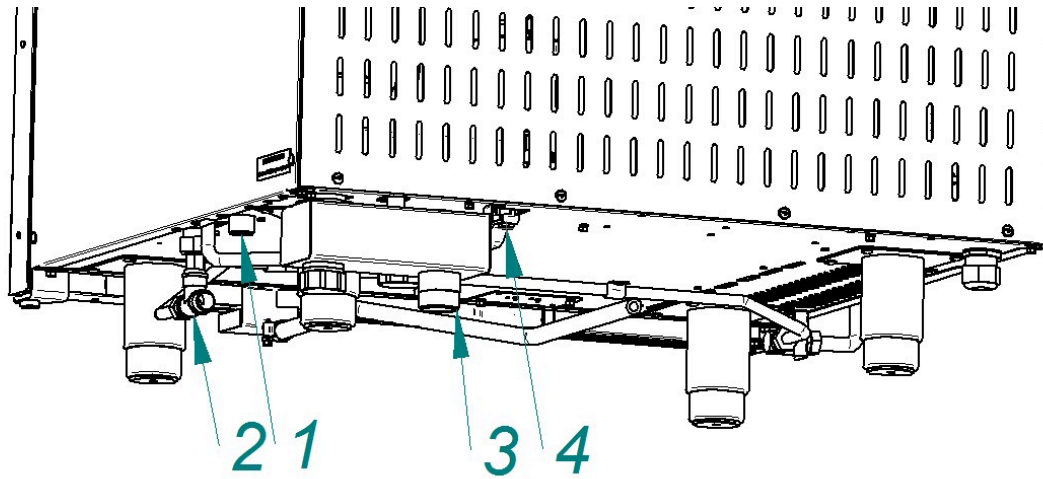
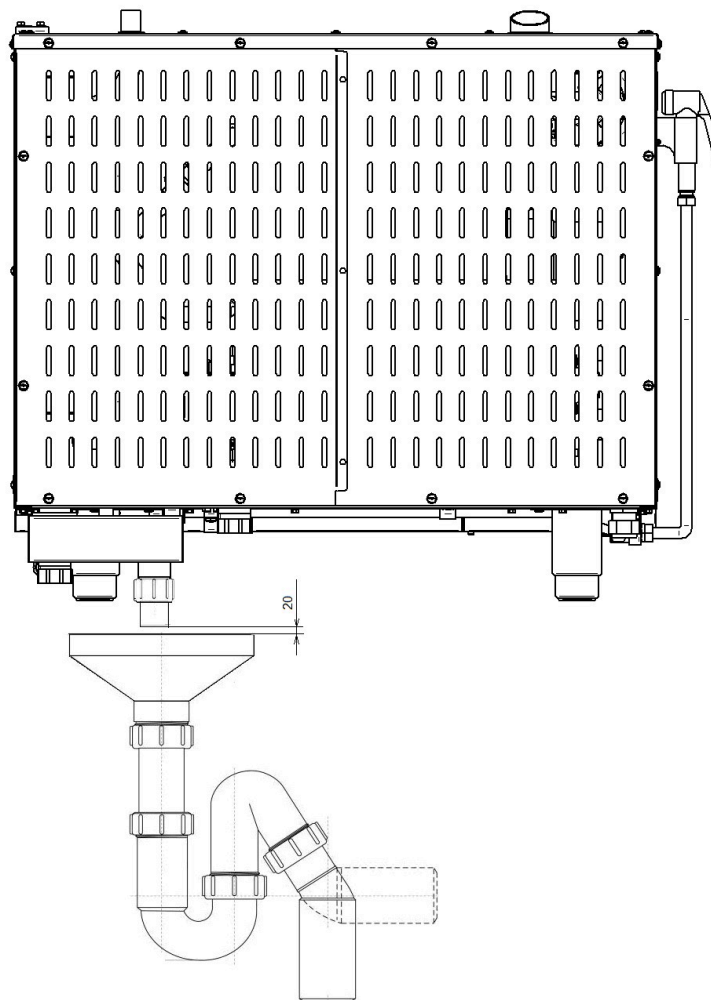

Рис.4 Подключение к системе водоснабжения
Рис. 5. Подключение к системе канализации
• G3/4 (см. рис.4 поз.1 (наружная резьба)) – парогенератор. Подключать через водоумягчительную установку (водородно-ионного обмена). Рекомендуется использовать фильтр BRITA PURITY C300 Quell ST.
• G1/2" (см. рис.4 поз.2 (наружная резьба)) – душевое устройство и охлаждение коллектора. Допускается подключать к неподготовленной воде.
- установить кран слива с парогенератора (см. рис.4 поз.4) в положение «Закрыто»;
- используя шланг из комплекта поставки, подключить пароконвектомат к системе канализации (см. рис.5). Шланг подключить через штуцер с резьбой G1¼" (рис.4 поз.3). Подключение к канализации выполнить с разрывом струи не менее 20мм от верха приемной воронки (СНиП 2.04.01-85 п. 17.11).